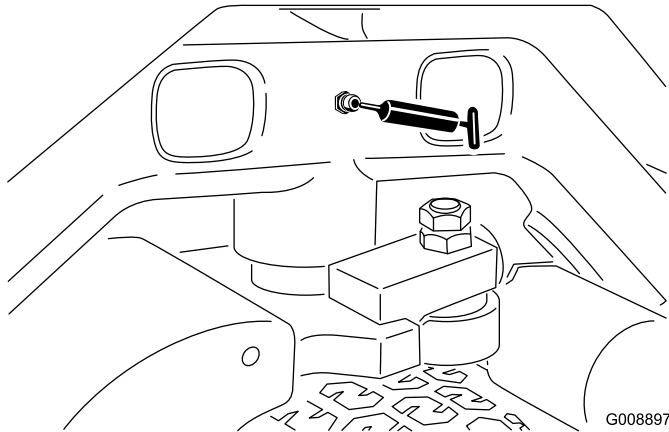

Figura 33
- Perno dello sterzo (Figura 33)